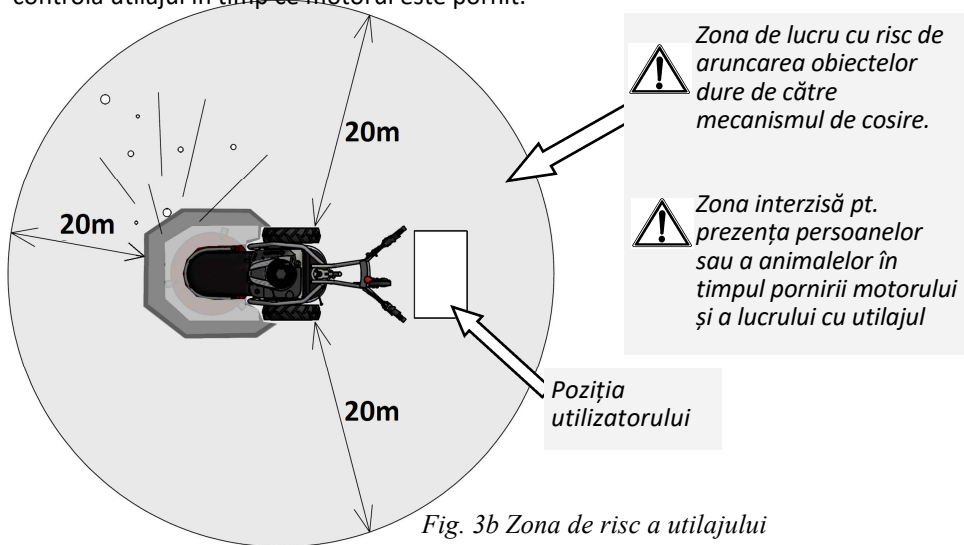

Fig. 3b Zona de risc a utilajului
- Când lucrați cu utilajul, corpurile dure întâlnite pot fi aruncate de mecanismul de tăiere până la o distanță de 20 m în jurul utilajului (Fig.3b). Zona, care se află la mai puțin de 20 m de utilaj, se numește ZONA DE LUCRU și este o zonă periculoasă pt. persoane sau animale în timpul pornirii și în timpul funcționării motorului.